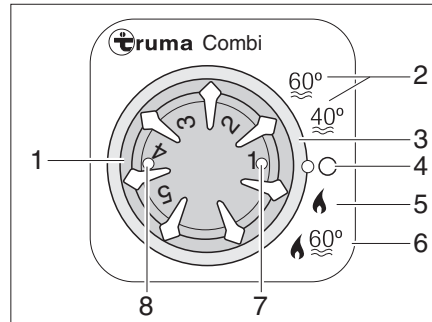

Fig. 96 Centralina di controllo per riscaldamento/boiler
- Impostare la modalità di funzionamento tramite l'interruttore girevole (Fig. 96,3).
Il riscaldamento seleziona da solo lo stadio necessario del bruciatore a seconda dello stadio di riscaldamento regolato. Durante la modalità di funzionamento "Riscaldamento e boiler" (Fig. 96,6) si riscalda anche l'acqua nel boiler. Nella modalità di funzionamento "Riscaldamento senza boiler" (Fig. 96,5) il riscaldamento può funzionare anche con boiler vuoto.
- Posizionare la manopola della temperatura (Fig. 96,1) della centralina di controllo sullo stadio di riscaldamento desiderato.
- Posizionare l'interruttore girevole (Fig. 96,3) sul funzionamento invernale "Riscaldamento senza boiler" (Fig. 96,5) o sul funzionamento invernale "Riscaldamento e boiler" (Fig. 96,6).
La spia di controllo verde (Fig. 96,7) si accende.
- Posizionare l'interruttore girevole (Fig. 96,3) su "O" (Fig. 96,4).
La combinazione funzionamento a gas e funzionamento elettrico a 230 V diminuisce il tempo di riscaldamento (è possibile solo se il riscaldamento viene impostato sulla centralina di controllo (Fig. 96) su funzionamento invernale).